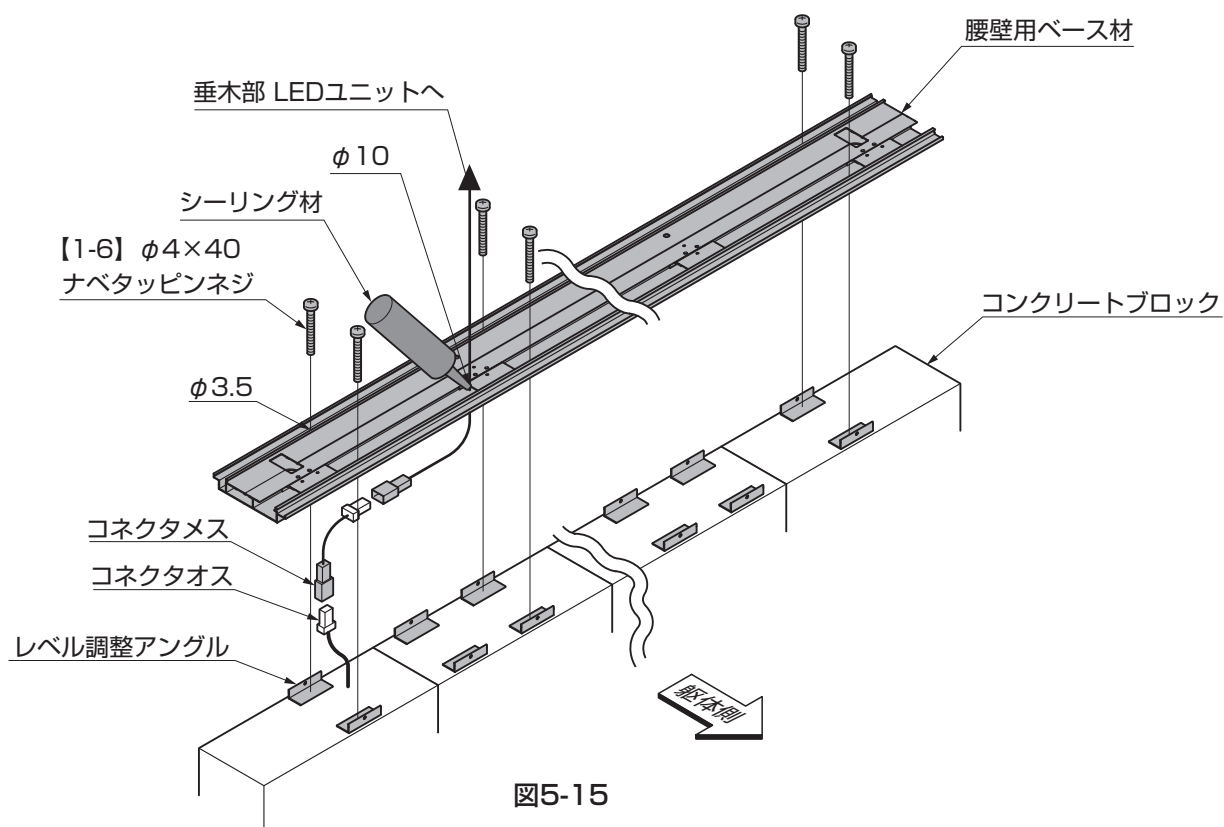
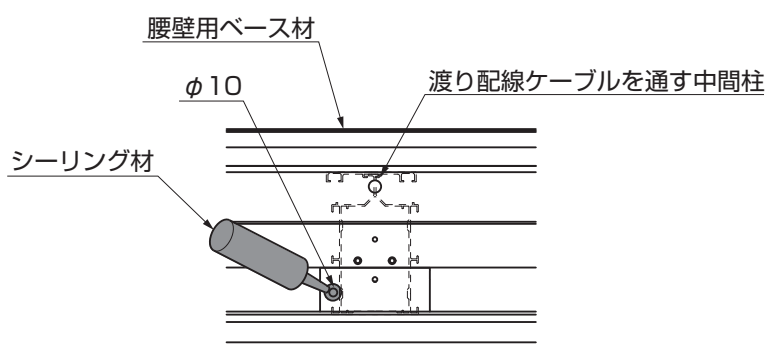

図5-15
図5-16
- ①腰壁用ベース材に配線用のφ10の穴をあけてください。(図5-15、図5-16参照)
- ②LED照明の結線は図5-15を参照してとりまわしてください。
- ③ケーブルを通した腰壁用ベース材の穴をシーリングでふさいでください。
- 指定の箇所には、必ず雨水侵入防止のため、シーリングをしてください。(図5-15、図5-16参照)